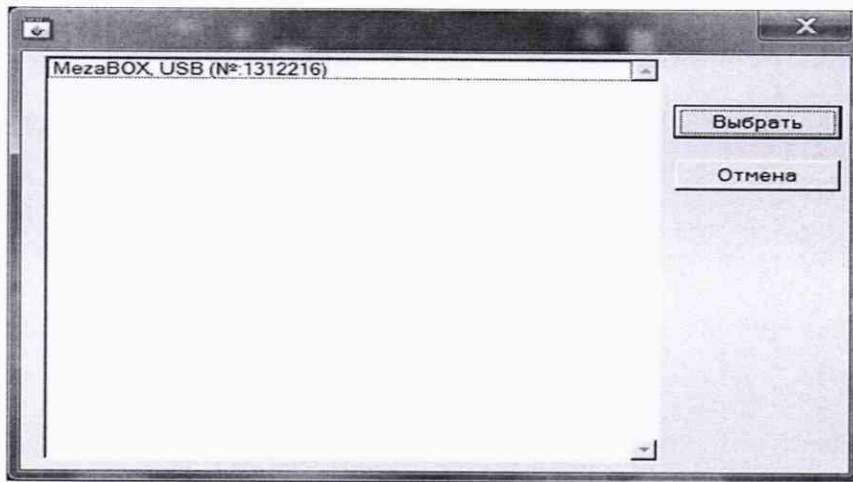

Рисунок 5.1
- 7) в открывшемся окне из списка выбрать носитель мезонинов, на котором установлен проверяемый мезонин (см. рисунок 5.1);